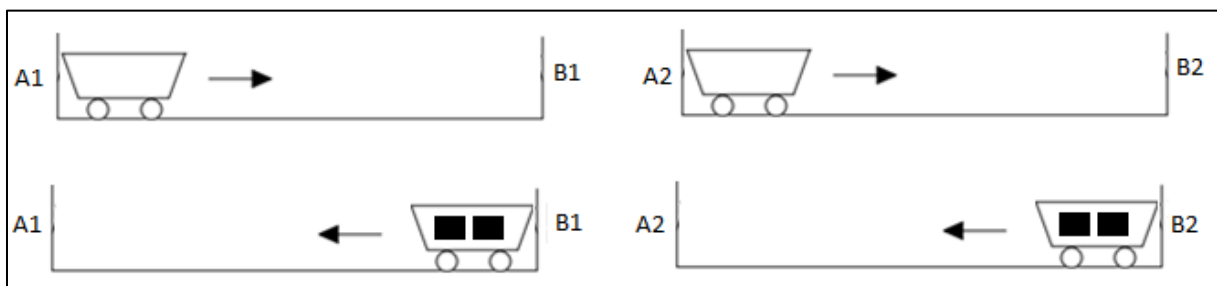

Figure 2
3. Le même problème sera appliqué à deux chariots synchronisés entre eux (Figure 2). Au départ, les deux chariots se trouvent à la position A1 (respectivement A2) et ils sont déchargés. Les chariots partent en même temps à droite. En arrivant à la position B1, respectivement B2, les deux chariots sont chargés à partir des Stocks « StockB1 » et « StockB2 ». Les deux chariots repartent en même temps à gauche. Arrivés en A1, respectivement A2, les deux chariots sont déchargés et repartent en même temps à droite, ainsi de suite. Donner le réseau de Petri correspondant à ce fonctionnement. Utiliser des divergences et des convergences en ET pour modéliser les aspects parallélisme et synchronisation entre les deux chariots.